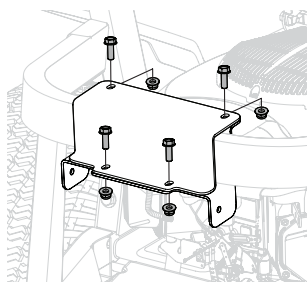

Figure 6
3. Retenez le support et l'équerre, en place et vissez-les, mais pas complètement, à l'aide de 4 boulons (710-1238) et 4 écrous autobloquants (712-04063). Voir Figure 6.